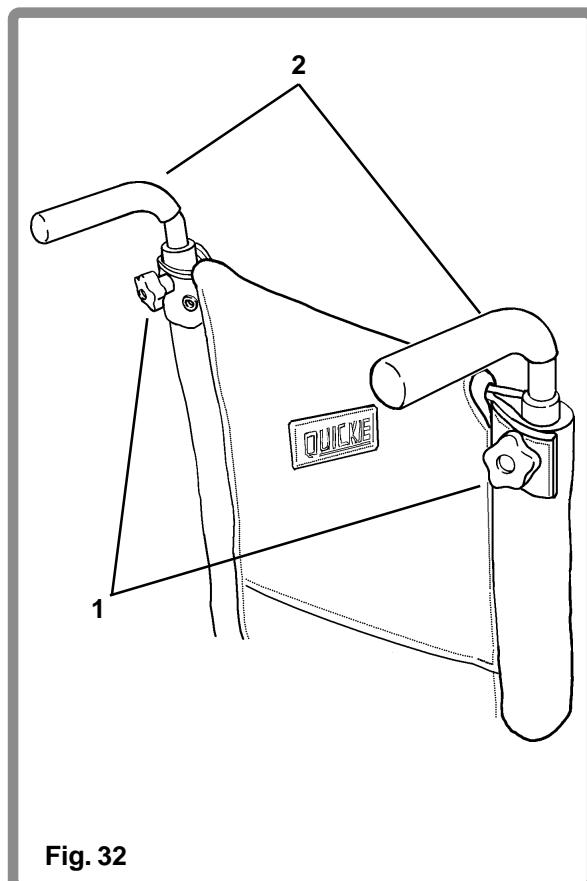

Fig. 32
Pour régler la hauteur des poignées de pousser (Fig. 32) desserrer les deux molettes (1), déplacer les poignées (2) à la hauteur désirée et serrer molettes.